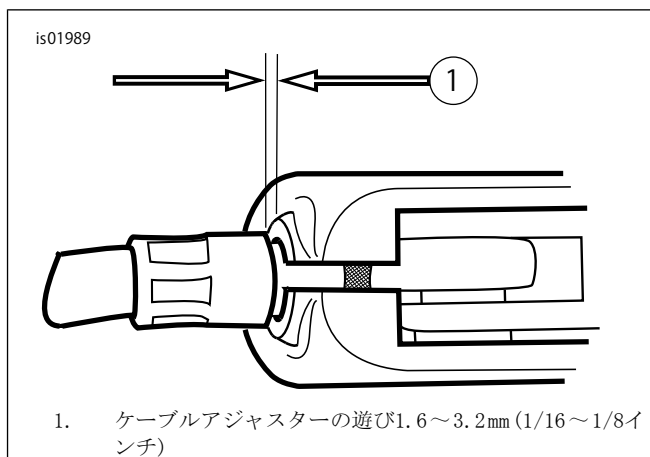

図2。クラッチケーブルの調整
- e. ハンドレバーの余裕がなくなるまでケーブルアジャスターをジャムナットから遠ざけます。クラッチケーブルのケーブルエンドをクラッチレバーブラケットから引き離し、遊びを点検します。ケーブルエンドの先とクラッチレバーブラケットの間に1.6～3.2mm (1/16～1/8インチ)の遊びができるまで、ケーブルアジャスターを回します(図2参照)。